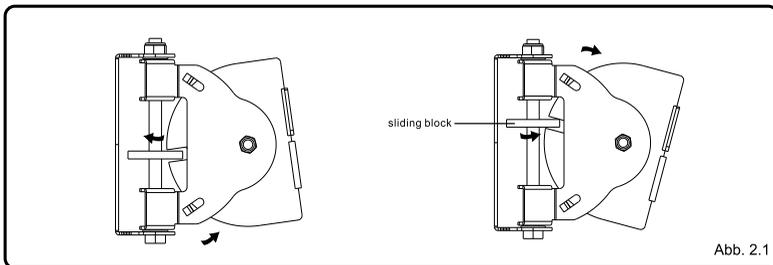

Abb. 2.1
- Verwenden Sie den Gleitschuh um den gewünschten Winkel einstellen, der Neigungswinkel kann zwischen  $-20^\circ$  ~  $+20^\circ$  eingestellt werden (Siehe Abb. 2.1).